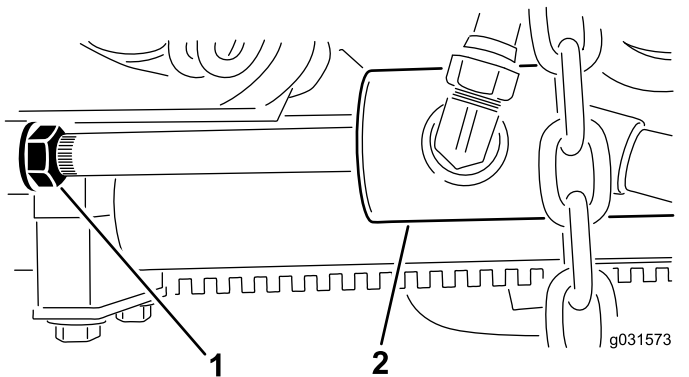

Bild 12
B. Drehen Sie die Klemmmutter am Zylinder heraus (Bild 12).